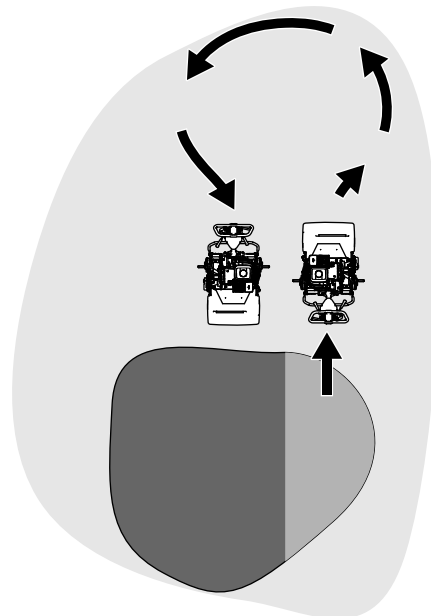

Рисунок 19
- Поворачивать машину следует за пределами грина, поднимая режущий барабан (нажимая на рукоятку вниз) и поворачивая машину по каплевидной траектории на тяговом барабане (Рисунок 19).
1. Найдите рычаг включения тяги на коробке передач трансмиссии (Рисунок 19).